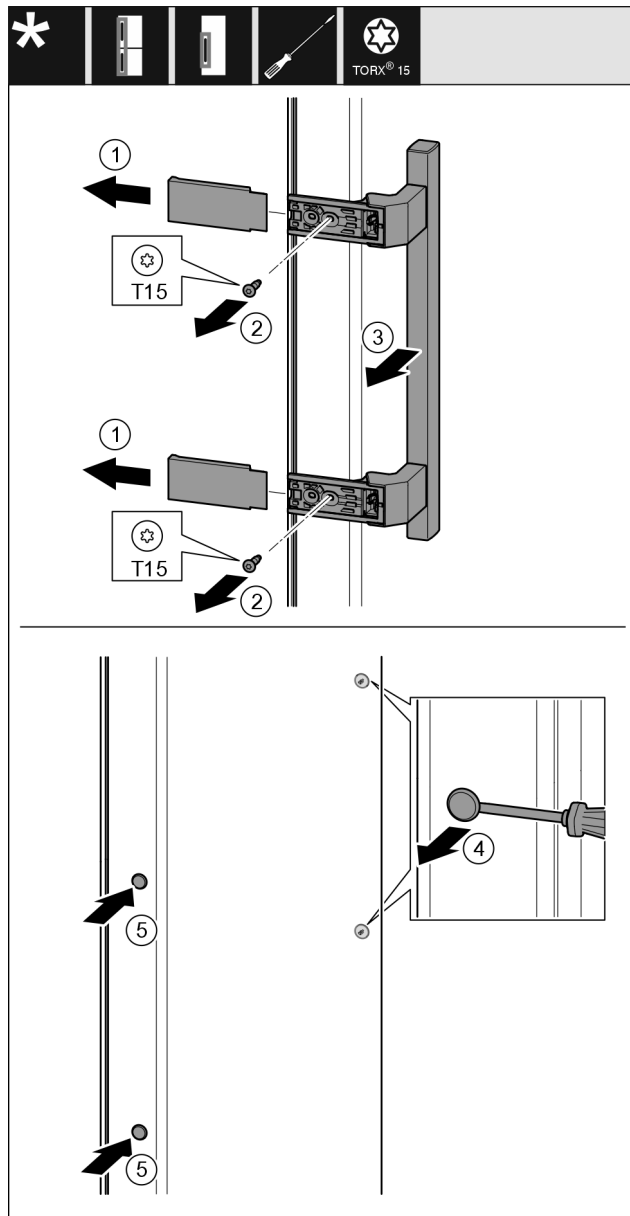

Fig. 19
- Húzza le a fedelet Fig. 19 (1).
- Tekerje ki a csavarokat Fig. 19 (2) csavarhúzóval.
- Vegye le a fogantyút Fig. 19 (3).
- Óvatosan emelje meg és húzza ki az oldalsó dugót Fig. 19 (4) lapos csavarhúzóval.
- Tegye vissza a dugót Fig. 19 (5) a másik oldalra.